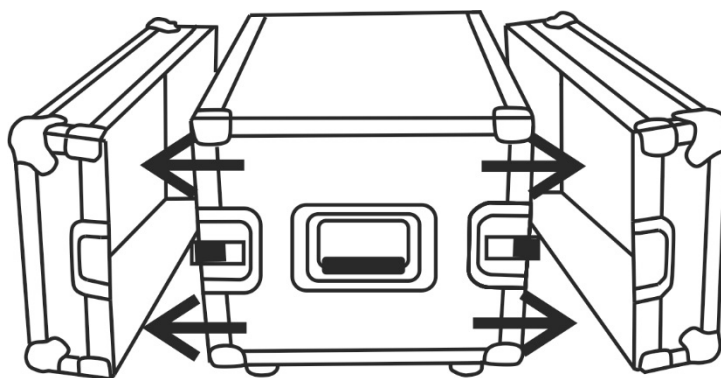

Fig. 1
- 1 Ouvrir le flight case comme l'illustre la fig.1